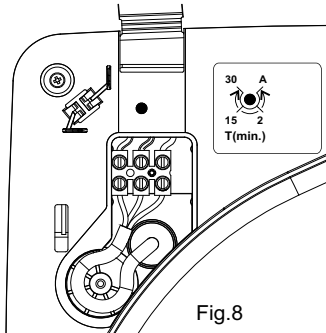

Fig.8
Pentru a seta func ia de temporizare (fig.8), roti i poten iometrul "Tmin" situat lâng capacul de conexiuni în sensul acelor de ceasornic (5).